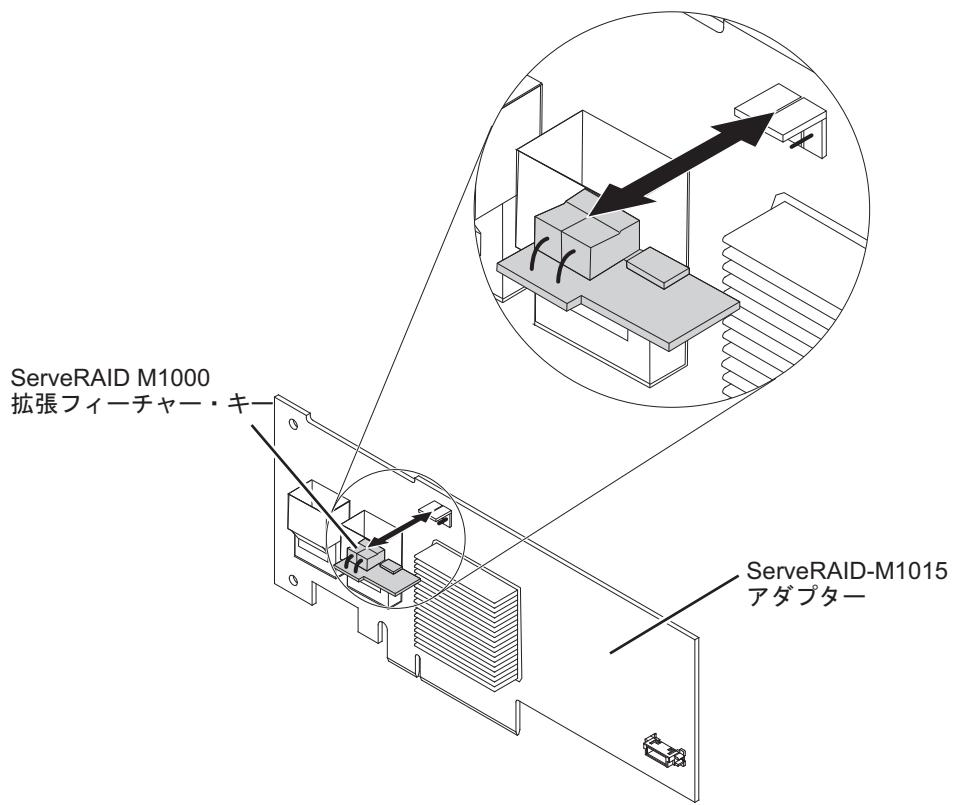
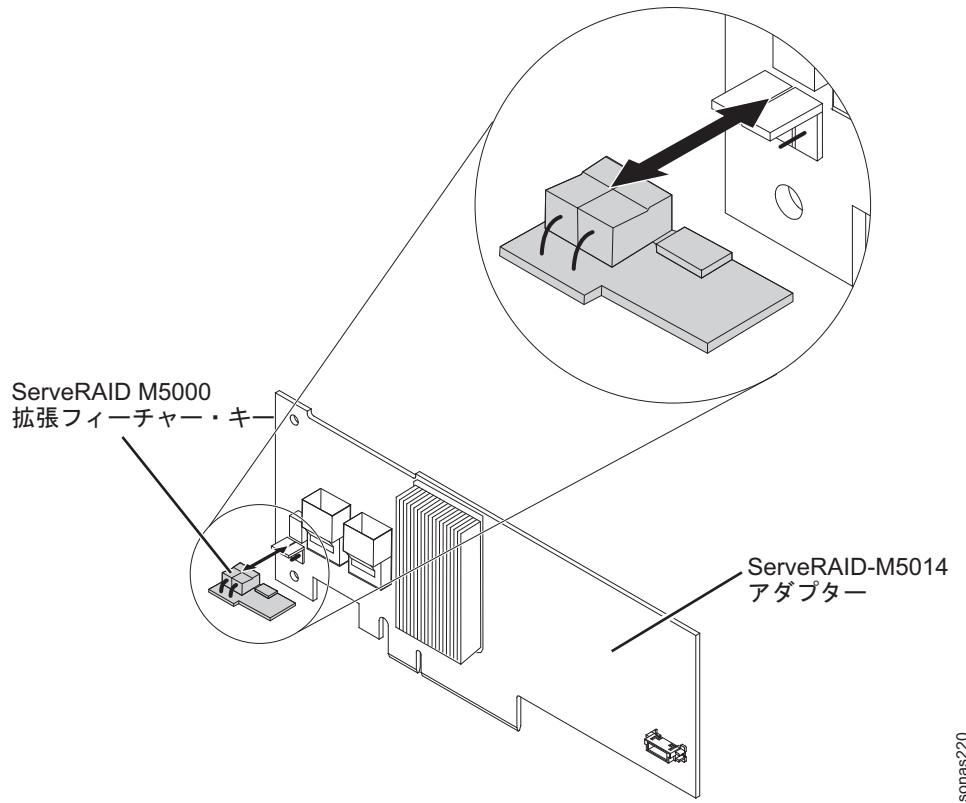

図 29. ServeRAID M1000 拡張フィーチャー・キーおよび M1015 アダプター
図 30. ServeRAID M5000 拡張フィーチャー・キーおよび M5014 アダプター
4. フィーチャー・キーをつかんで持ち上げ、ServeRAID アダプターのコネクターから取り外します。図 29 および 133 ページの図 30 を参照してください。